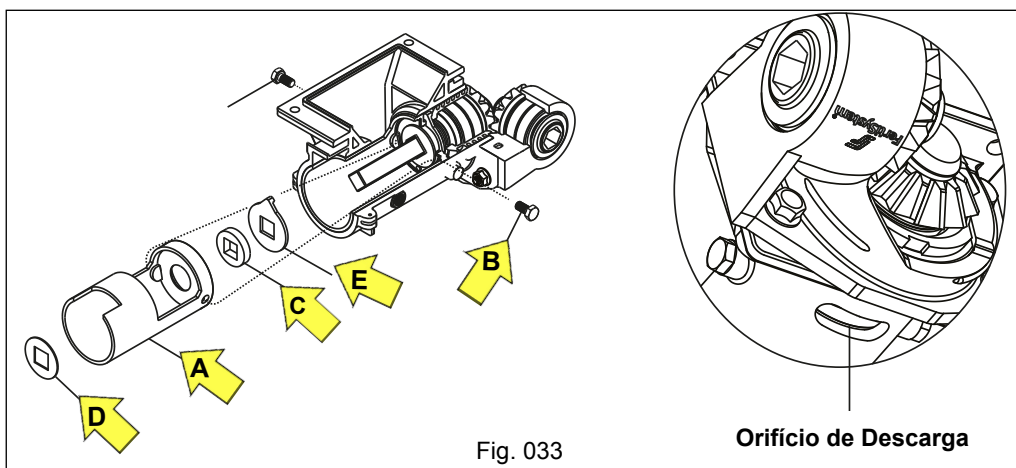

Fig. 033
d) Efetue a análise de desgaste no revestimento "A", substitua-o se apresentar desgaste excessivo, afrouxando e retirando o parafuso "B". Verifique se há desgaste no feltro "C", arruelas "D" e arruela de limpeza "E". O desgaste excessivo é verificado quando ocorrer a saída do adubo em grande quantidade pelo orifício de descarga autolimpante, localizado na face inferior do corpo do distribuidor (Fig. 033).